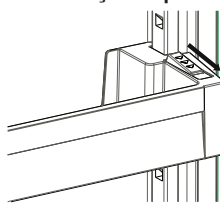

Fig. 1
**Pentru a modifica poziția raftului Adapti-Lift;** mențineți partea inferioară al acestuia și trageți de butoanele aflate pe partea laterală în direcția săgeții (Fig. 1).